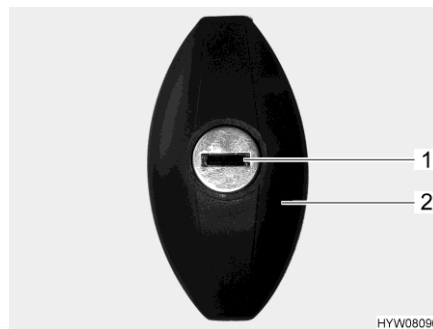

Bild 58 Klappenschloss (ellipsenförmig, verschlossen)
- Schlüssel in Schließzylinder (Bild 58,1) stecken und eine halbe Umdrehung entgegen dem Uhrzeigersinn drehen. Schlossgriff (Bild 58,2) schnappt heraus.